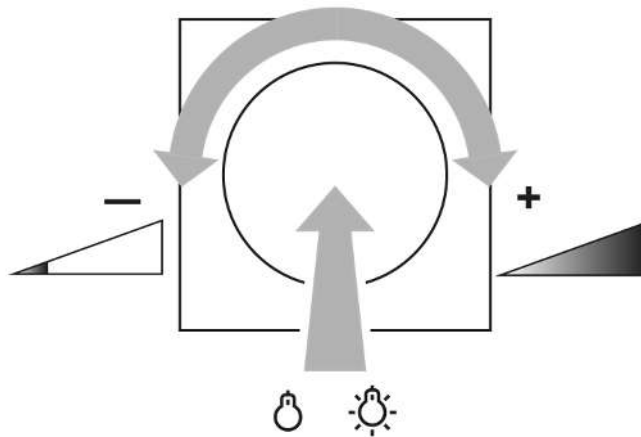

Bild 2: Licht schalten oder Helligkeit einstellen
- Einstellknopf kurz drücken: Licht schaltet ein oder aus (siehe Bild 2).
- Einstellknopf schnell drehen: Helligkeit wird schnell verändert (siehe Bild 2).
- Einstellknopf langsam drehen: Helligkeit wird langsam verändert (siehe Bild 2).